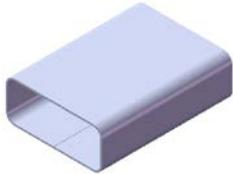
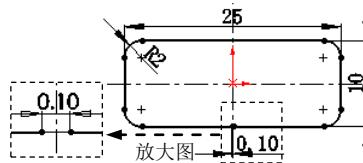

图 10.15 基体—法兰 1
图 10.16 横断面草图
Step2. 创建图 10.15 所示的钣金基础特征——基体一法兰 1。
(1) 选择命令。选择下拉菜单**插入(I)** \rightarrow **钣金(U)** \rightarrow **基体法兰(B)...**命令(或单击“钣金”工具栏中的“基体法兰/薄片” \square 按钮)。
(2) 定义特征的横断面草图。选取前视基准面作为草图基准面，绘制图 10.16 所示的横断面草图。
(3) 定义拉伸深度属性。
① 定义深度方向。采用系统默认的深度方向。
② 定义深度类型和深度值。在“拉伸”对话框的**方向1**区域的下拉列表中选择**给定深度**选项，输入深度值 35.0。
③ 定义钣金参数。在“基体法兰”对话框的**钣金参数(S)**区域中输入厚度值 0.5。
(4) 单击√按钮，完成基体—法兰 1 的创建。